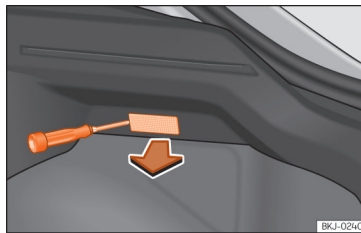

Fig. 57 Luz da bagageira.
- Extraia a tulipa pressionando o rebordo da parte interior da mesma, com a ajuda da parte plana de uma chave de parafusos »» **Fig. 57**.